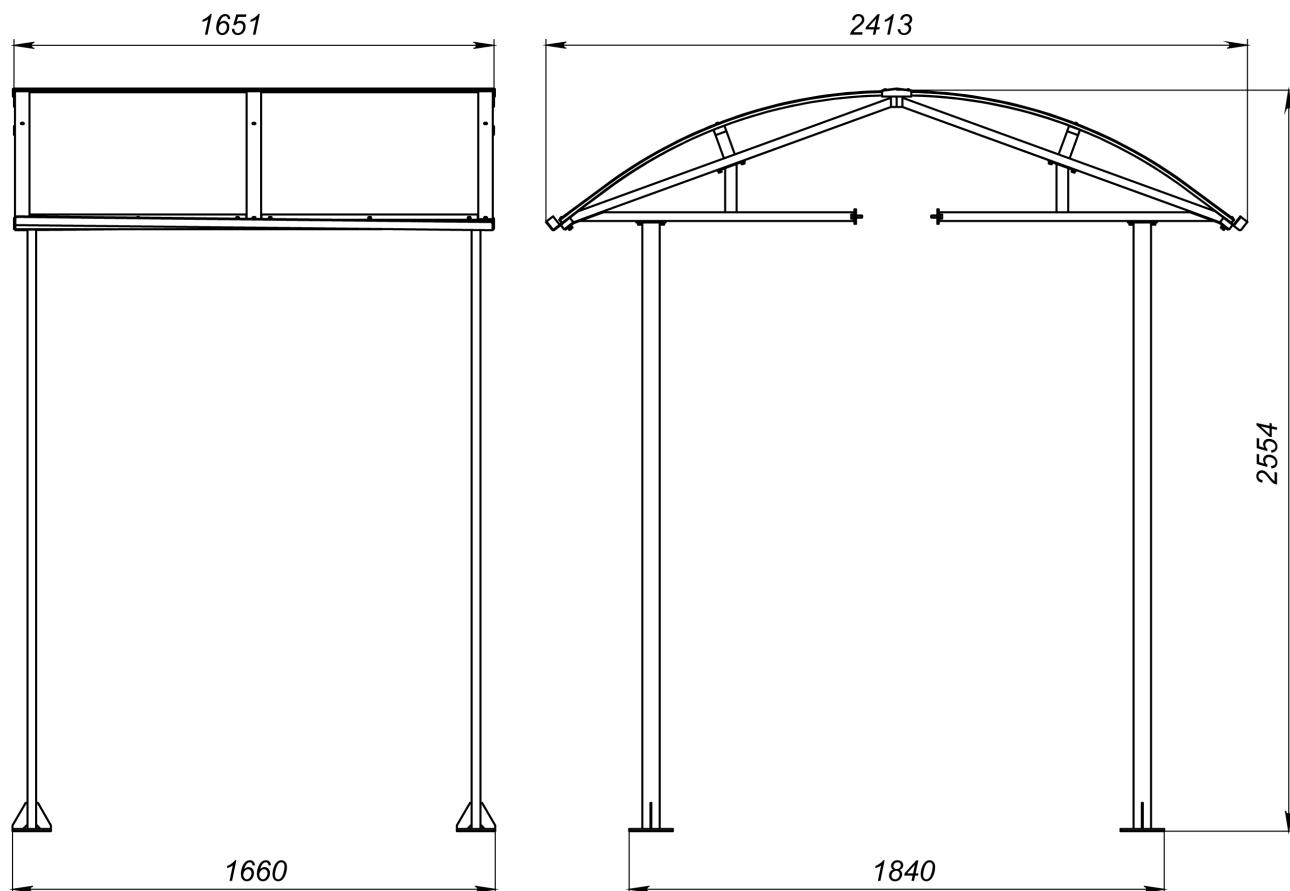
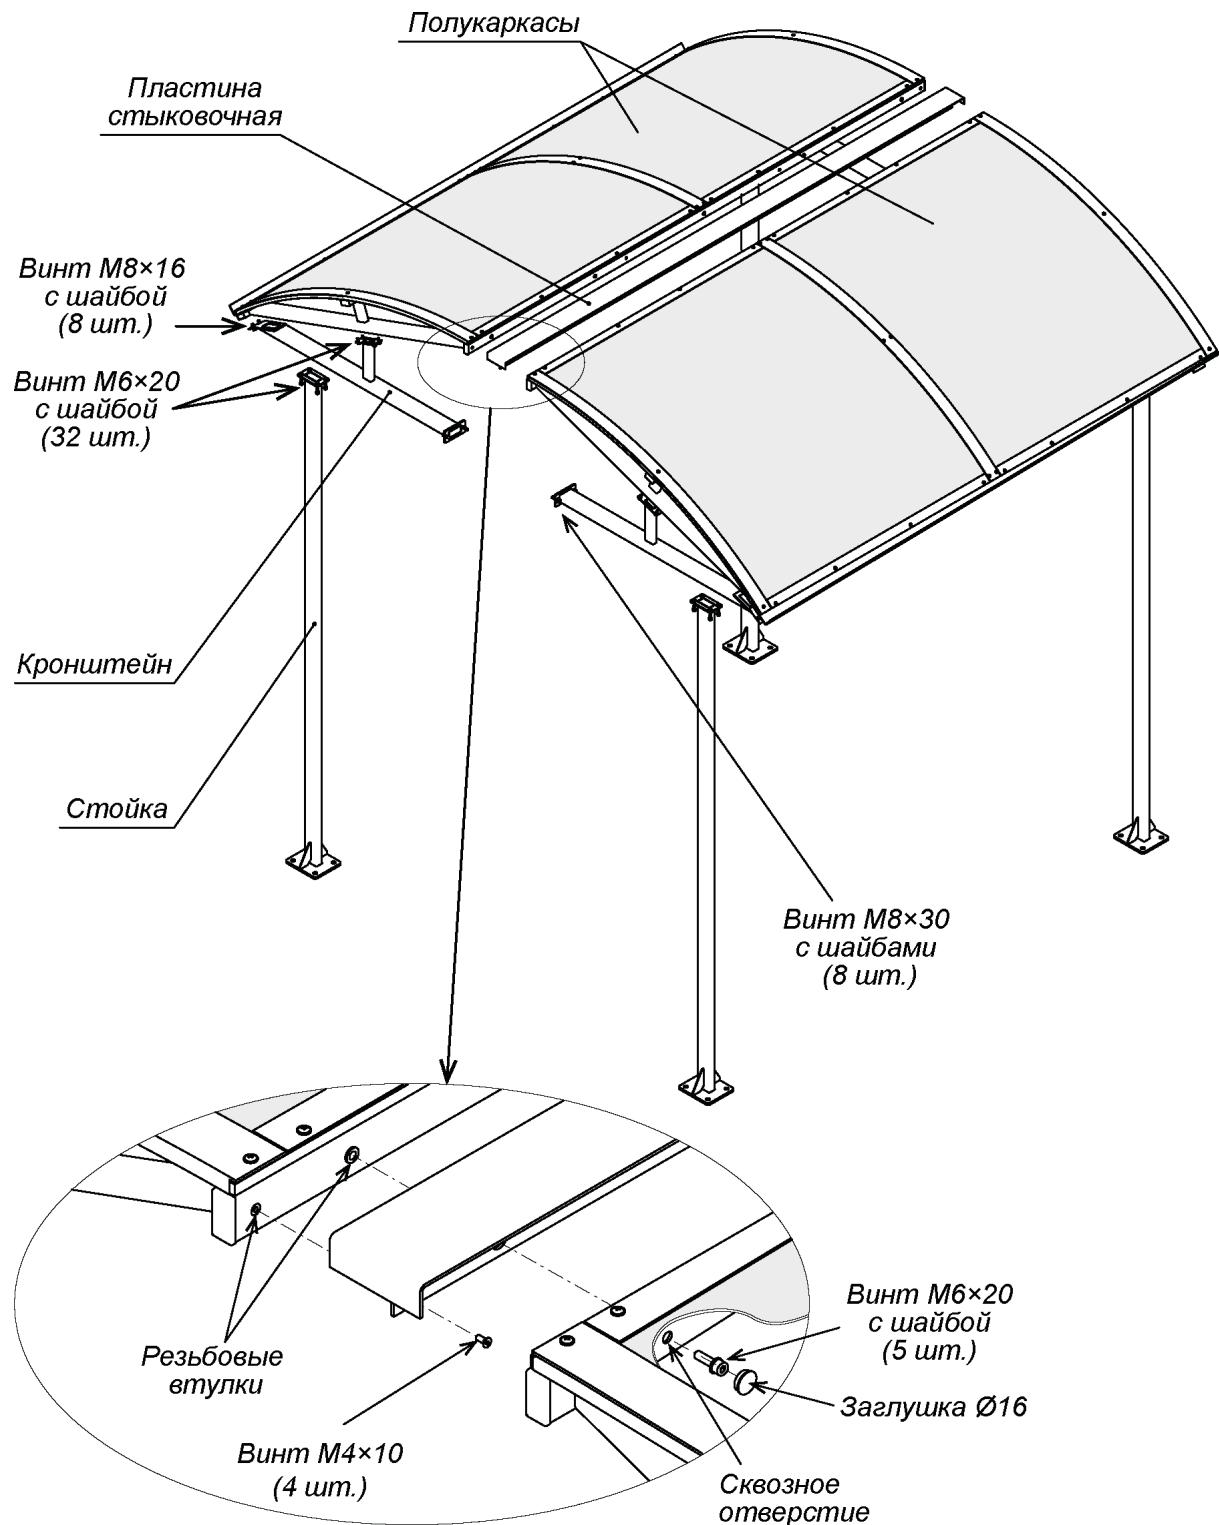
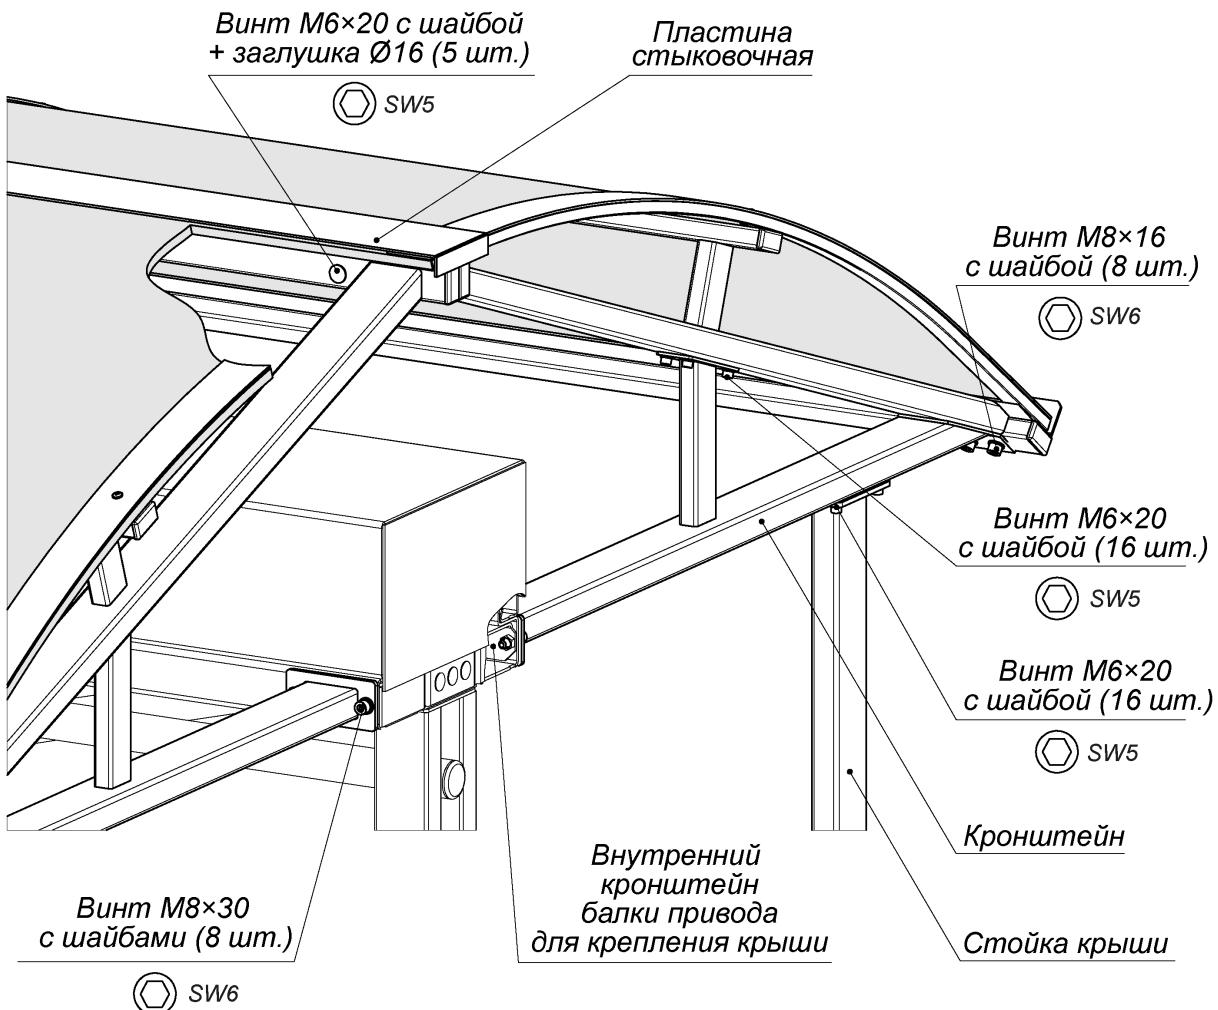

Рисунок 1. Габаритные размеры крыши
Рисунок 2. Устройство крыши:
Рисунок 4. Монтаж крыши к балке привода турникета
¹ Габаритные размеры крыши указаны на рис. 1.
Устройство крыши показано на рис. 2. Номера позиций в тексте руководства даны в соответствии с рис. 2. Габаритные размеры крыши показаны на рис. 1.
7. Поднимите кронштейн на верхнюю горизонтальную площадку стойки, совмещая крепежные отверстия и отверстия в стойках и сориентировав фланец кронштейна на боковой поверхности балки привода турникета. Зафиксируйте кронштейн болтами M6×20 с шайбами на каждой стойке, ключ SW5 (см. рис. 4).
8. Закрепите кронштейн двумя болтами M8×30 с пружинными и плоскими шайбами к балке привода турникета, ключ SW6 (см. рис. 4). Затяжка болтов – предварительная. Стык фланца и балки привода турникета перед затяжкой болтов рекомендуется герметизировать герметиком силиконовым.
10. Выберите полукаркас, в верхнем профиле которого впрессованы резьбовые втулки (см. рис. 2). Установите его на кронштейны с одной из сторон турникета, зафиксировав его восемью винтами M6×20 с шайбами (ключ SW5) и четырьмя винтами M8×16 с шайбами (ключ SW6) (см. рис.4).
11. Закрепите две пластины стыковочные на установленном полукаркасе крыши четырьмя винтами с потайной головкой M4×10 (ключ SW3) (см. рис. 2).
13. Соедините верхние профили полукаркасов винтами M6×20 с шайбами – 5 шт. (ключ SW5) для получения прочной конструкции (см. рис. 2). Отверстия под головки болтов заглушите заглушками Ø16 мм.